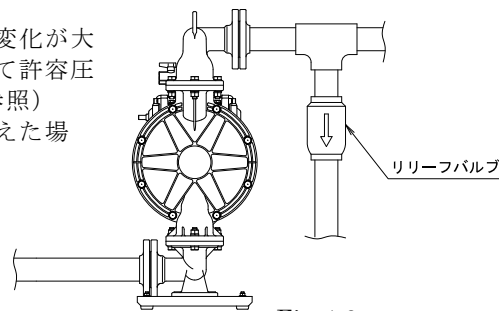

Fig. 4.2
- ・ポンプの設置場所の環境によって移送液材の体積変化が大きい場合は、吐出側にリリーフバルブを取り付けて許容圧力値で開放するようにしてください。（Fig. 4.2参照）